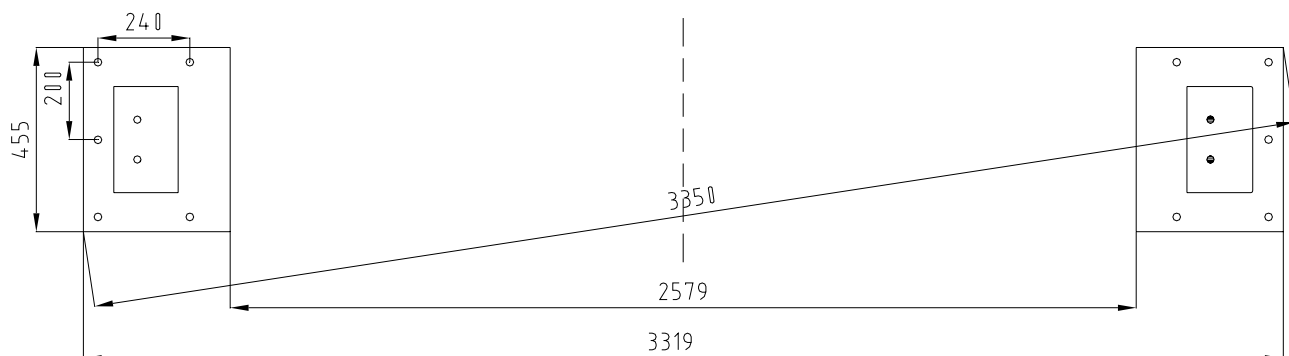

图 6
- 6.2 安装举升机的地基要求，混凝土不得低于 250 级，面积为长（3900）x 宽（1600）x 厚度（>250）mm。（图 6）